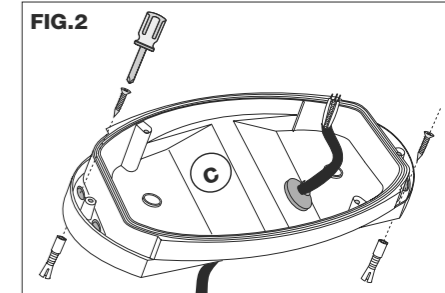

FIG.2
- Die Platte an der Oberfläche mit Dübeln angemessenen (nicht mitgeliefert) durch die seitige Oesen befestigen **(FIG.2)**.
- Instalar la base de la luminaria en la superficie con tacos (no incluidos) a través de las ranuras de sus lados **(FIG.2)**.